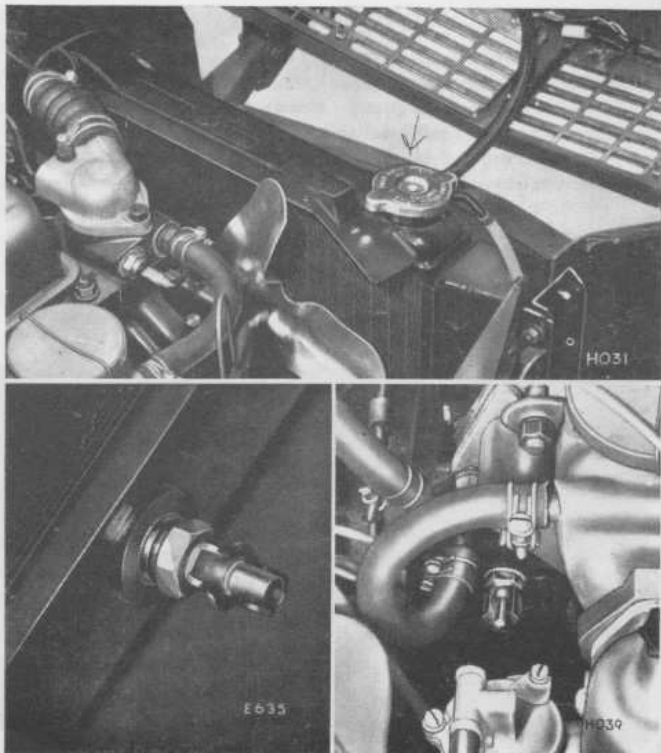

Fig. 42 (a sinistra) Fig. 43 (in alto) Fig. 44 (a destra)
Per svuotare il circuito, girare il comando del riscaldatore (16), Figg. 2 e 3, nella posizione "hot" (caldo), togliere il tappo di riempimento del radiatore, Fig. 43, aprire il tappo nella parte inferiore del radiatore (Fig. 42) e il tappo sul lato posteriore destro del blocco cilindri (Fig. 44).